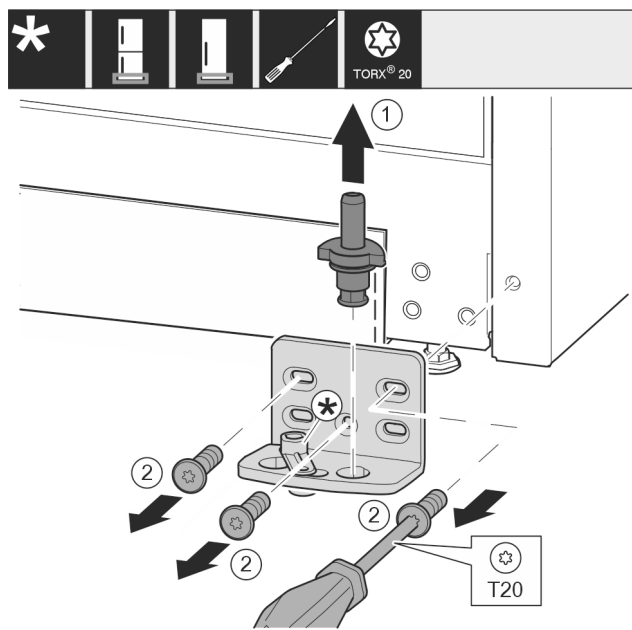

Fig. 13
- Extraiga el perno de cojinete completo hacia arriba. Fig. 13 (1)
- Desenrosque los tornillos con el destornillador T20 y retire el soporte de cojinete. Fig. 13 (2)